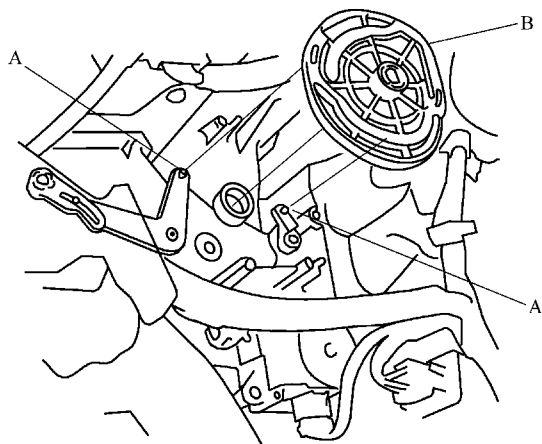

图 19-14 安装电动机拉杆
- 2) 对准减振器拉杆销 A, 然后安装电动机拉杆 B, 如图 19-14 所示。